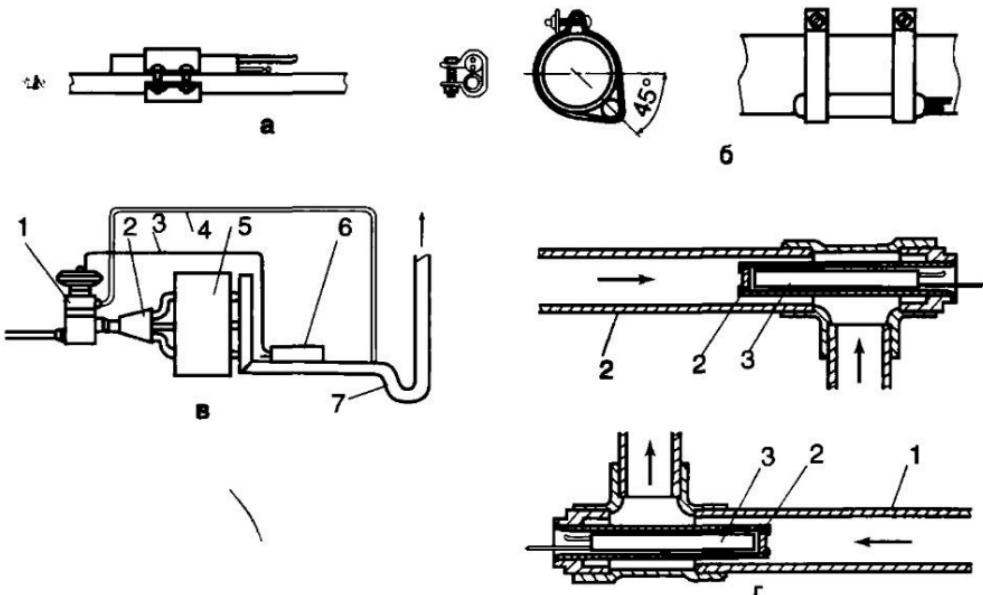

Рис. 134. Рекомендуемое расположение дистанционного термобаллона ТРВ:
14.5.3. Неправильное расположение дистанционного термобаллона (рис. 134).